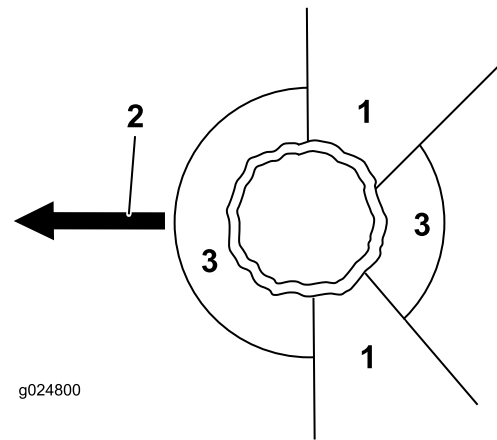

Figure 15
2. Prévoyez une voie de repli dégagée et sûre à partir de la zone dangereuse; voir Figure 15.